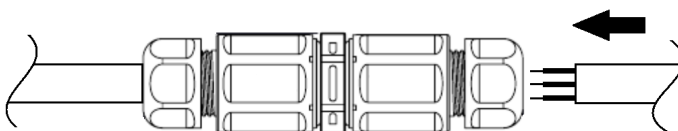

Рис.2
- Подключить светильник к сети 230 В, используя трехполюсный коннектор, установленный на кабеле, выведенном из светильника (рис.2.)